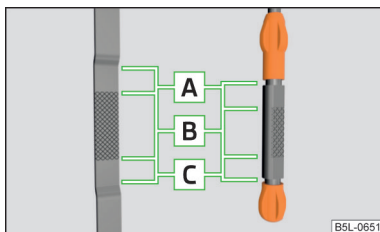

Fig. 160
- ¡Si el nivel de aceite se encuentra por encima de la zona A, » fig. 160 de la página 217  no siga conduciendo! Pare el motor y recurra a la asistencia profesional de un taller especializado.
La varilla de nivel de aceite indica el nivel del aceite del motor » fig. 160.
El nivel de aceite no debe sobrepasar nunca la zona **A** » fig. 160. ¡Existe riesgo de daños en el sistema de gases de escape!